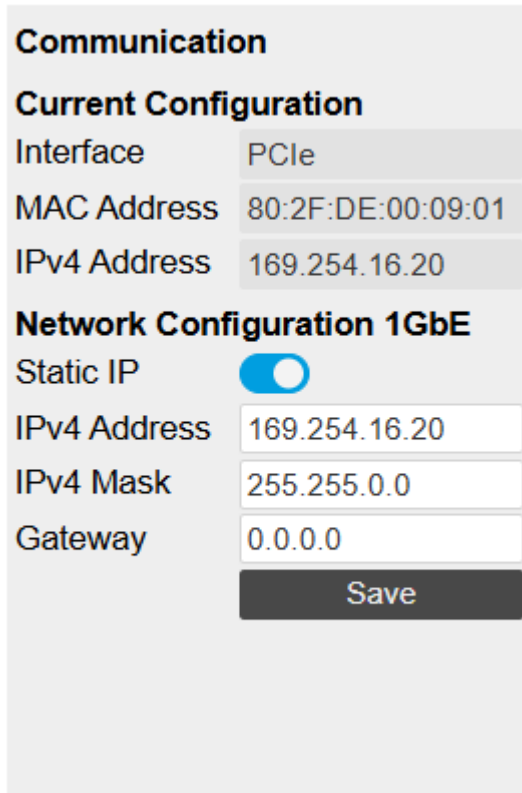

Figure 1.15: 在 LabOne UI 中配置静态 IP
3. 打开 LabOne 用户界面 (UI), 通过 USB 连接仪器。
4. 打开 LabOne 用户界面的“Device” (设备) 选项卡, 找到“Communication” (通信) 部分, 如 Figure 1.15 所示。